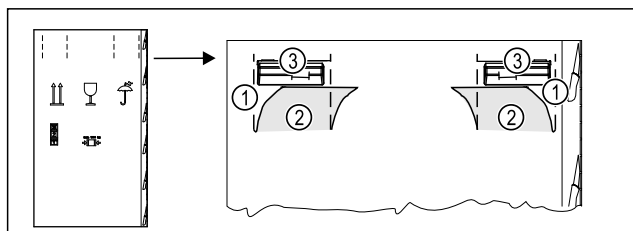

Fig. 6
- ▶ Натиснете картонената опаковъчна кутия отгоре върху перфорацията Fig. 6 (1).
- ▶ Издърпайте вдлъбнатите капачета Fig. 6 (2).
- ▶ Дръжката за носене Fig. 6 (3) отдясно и отляво се вижда.
- ▶ Хванете уреда за дръжките за носене Fig. 6 (3).